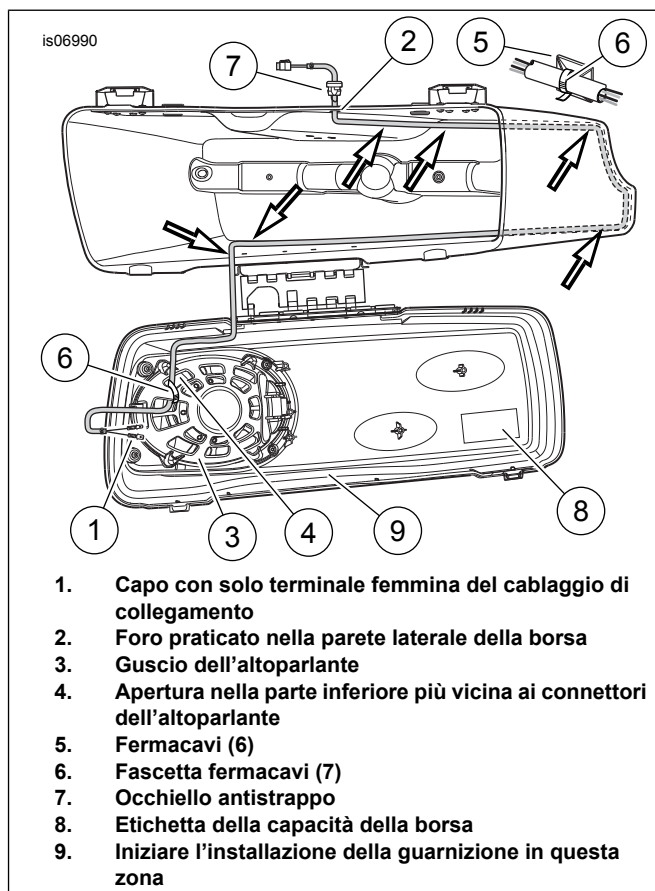

Figura 4. Disposizione del cablaggio all'interno della borsa
- Iniziare l'installazione della guarnizione al centro del lato verso l'interno del coperchio, quello opposto alla cerniera (vedere Figura 4, elemento 9).
2. Con il lato grande rivolto verso la parte maschio del connettore a sei vie (I), far scattare l'occhio sul tubo di protezione del cablaggio vicino alla parte maschio.
3. Vedere Figura 4. Inserire il capo con il solo terminale femmina (1) del cablaggio di collegamento dalla parte esterna, attraverso il foro con diametro di 16 mm (0.62 in) (2) eseguito precedentemente nella parete laterale della borsa. Far passare il cablaggio:
1. Rimuovere la parte **femmina** a sei vie (2) dal cablaggio di collegamento degli altoparlanti nelle borse tagliando i fili **quanto più vicino possibile** ad essa. Eliminare la parte femmina.
2. Installare un terminale a forcella stretto (3) sull'estremità del filo **verde** secondo le istruzioni dell'appendice del manuale di manutenzione. Installare un terminale a forcella largo (4) all'estremità del filo **bianco**.
6. Vedere Figura 4. Passare i cablaggi di collegamento degli altoparlanti come descritto precedentemente in questo documento sotto la voce **INSTALLAZIONE DEL CABLAGGIO DELLA BORSA**. Servirsi di fascette fermacavi per fissare il cablaggio di collegamento dell'altoparlante nella borsa a quello dell'amplificatore.